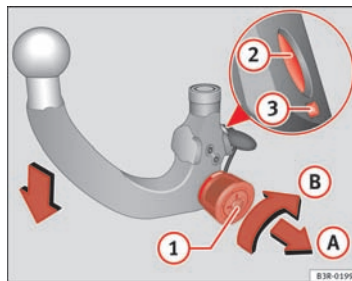

Fig. 166 Dispositif d'attelage amovible : précontrainte de la boule d'attelage
- Introduisez la clé ① ⇒ page 218, fig. 166 dans la serrure de la molette puis tournez-la vers le repère rouge.
- Sortez la molette dans le sens de la flèche (A) et tournez-la ensuite, en position tirée, dans le sens de la flèche (B) jusqu'à crantage du pivot de verrouillage ② et la sortie (visible) du pivot de déclenchement ③ ⇒ ⚠.